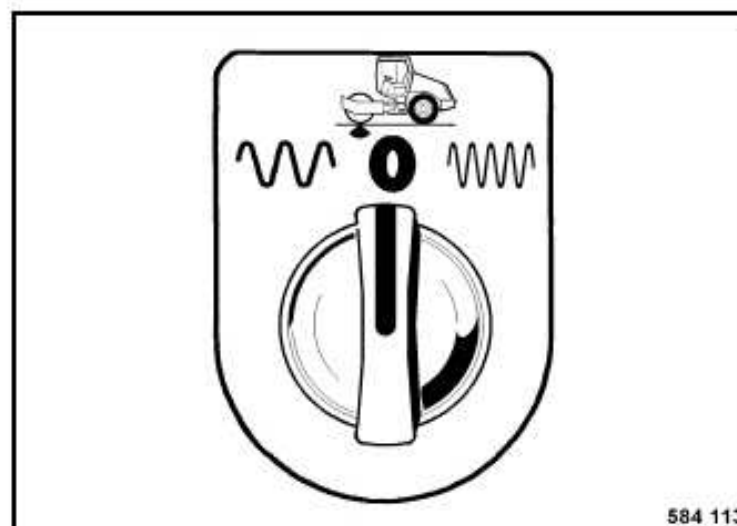

Fig. 52
- Preseleccionar la amplitud/frecuencia con el interruptor giratorio (Fig. 52).